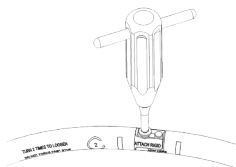
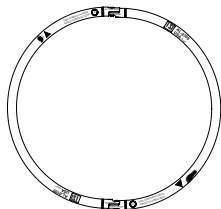

Abbildung 2
Abbildung 3
- Ziehen Sie mit dem **Sechskantwerkzeug** jede Schraube am **Retraktorring** an, um die Vorrichtung zu sichern (Abbildung 2 und Abbildung 3).